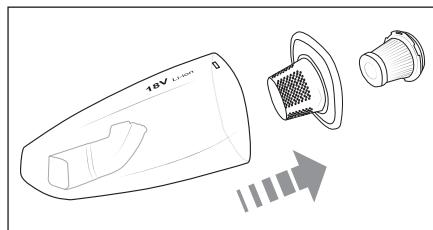

Fig. 6
- 4) Tirez ensuite le filtre grossier 7 hors du bac à poussière 8 (fig. 6). Tapotez les deux filtres 6/7 au-dessus d'une poubelle par exemple. Si nécessaire, vous pouvez rincer les filtres 6/7 à l'eau claire. Laissez ensuite sécher complètement les filtres 6/7 à l'air avant de les réinsérer.